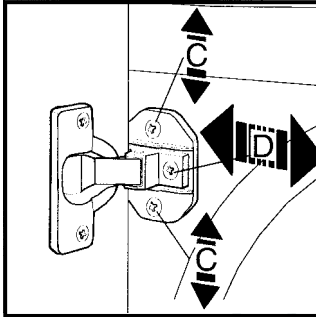

Рис. 15
- Отрегулируйте положение деревянной панели в горизонтальном и вертикальном направлениях, используя винты С и D (рис. 15).